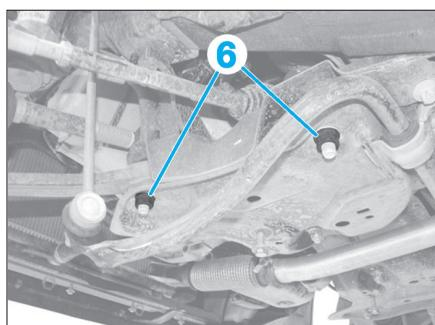

Fig. 25
- Déposer l'écrou (4) de la rotule de bielette de direction.
- Déposer la vis (5) de rotule de suspension.
- les écrous de fixation (6) du bras inférieur avant sur berceau (Fig.25),